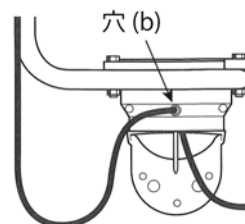

Fig.20
10) 穴(b)にケーブルを通してください。(Fig.20)